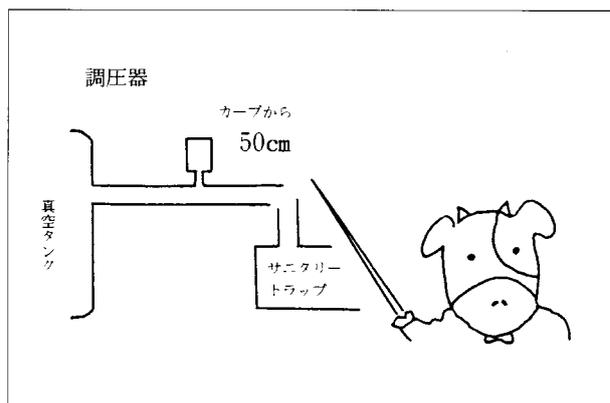

図8 調圧器の位置
- ① ウェイト式、スプリング式、ダイヤフラム式の3タイプがあり、感度はダイヤフラム式>スプリング式>ウェイト式の順が良い。
- ② 真空ポンプ能力にあった調圧器を選択する。例えば、真空ポンプの能力が2832リットル/分 (100CFM)の場合、調圧器の能力は2832リットル/分 (100CFM)より大きなものを選択する。
- ③ 調圧器の設定場所は、最も感度の良い状態で機能させるために、真空タンクとサニタリートラップの間の真空ライン (ヘッダーライン) に取付けるのが好ましい (サニタリートラップに近く、曲りから50cm離れた場所)(図8)。